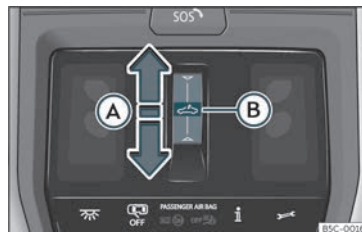

Abb. 87 Im Dachhimmel: Taste des Glasdachs.
» Abb. 87  ziehen.
- Innerhalb von etwa 5 Sekunden nach der Aktivierung des Einklemmschutzes den Finger nach vorne über den Funktionsbereich **Abb. 87**  ziehen und gedrückt halten bis das Dach vollständig geschlossen ist.